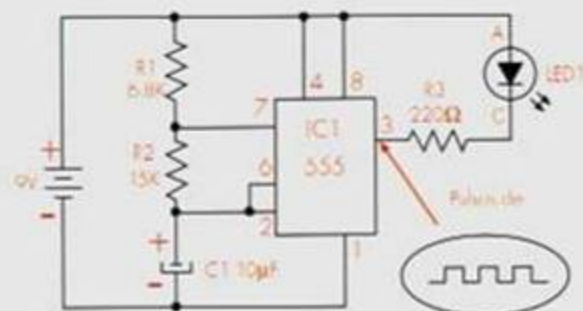

Figura 1. Diagrama esquemático
1. Arme en el protoboard el circuito que aparece en el diagrama esquemático (figura 1). Puede usar como guía el diagrama pictórico. Recuerde que puede montar los componentes en cualquier orden, a excepción de la batería, la cual debe conectarse de último. Revise la orientación del circuito integrado de tal modo que no quede invertido.